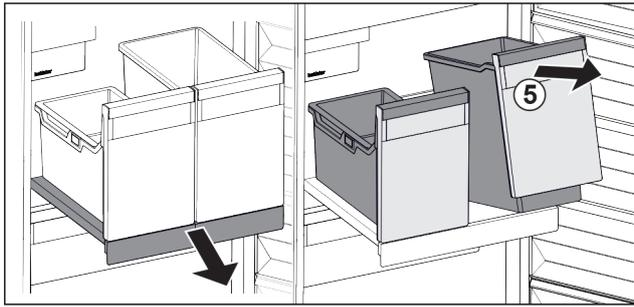

Fig. 94
- ▶ Sollevare il contenitore Fig. 94 (5) dal lato anteriore.